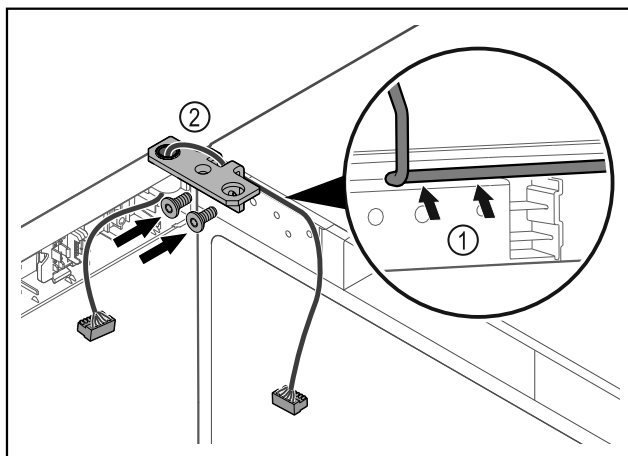

Fig. 44
- ▶ Vadiet kabeli caur loknā kronšteina padziļinājumu un uzmanīgi izvietojiet Fig. 44 (1).
- ▶ Pieskrūvējiet lokamos kronšteinus Fig. 44 (2).